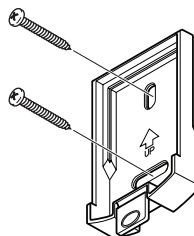

Figura 2
1. Coloque la placa de montaje contra la superficie de montaje y asegúrese de que la placa de montaje esté nivelada. Marque los sitios para los orificios (vea la Figura 2).